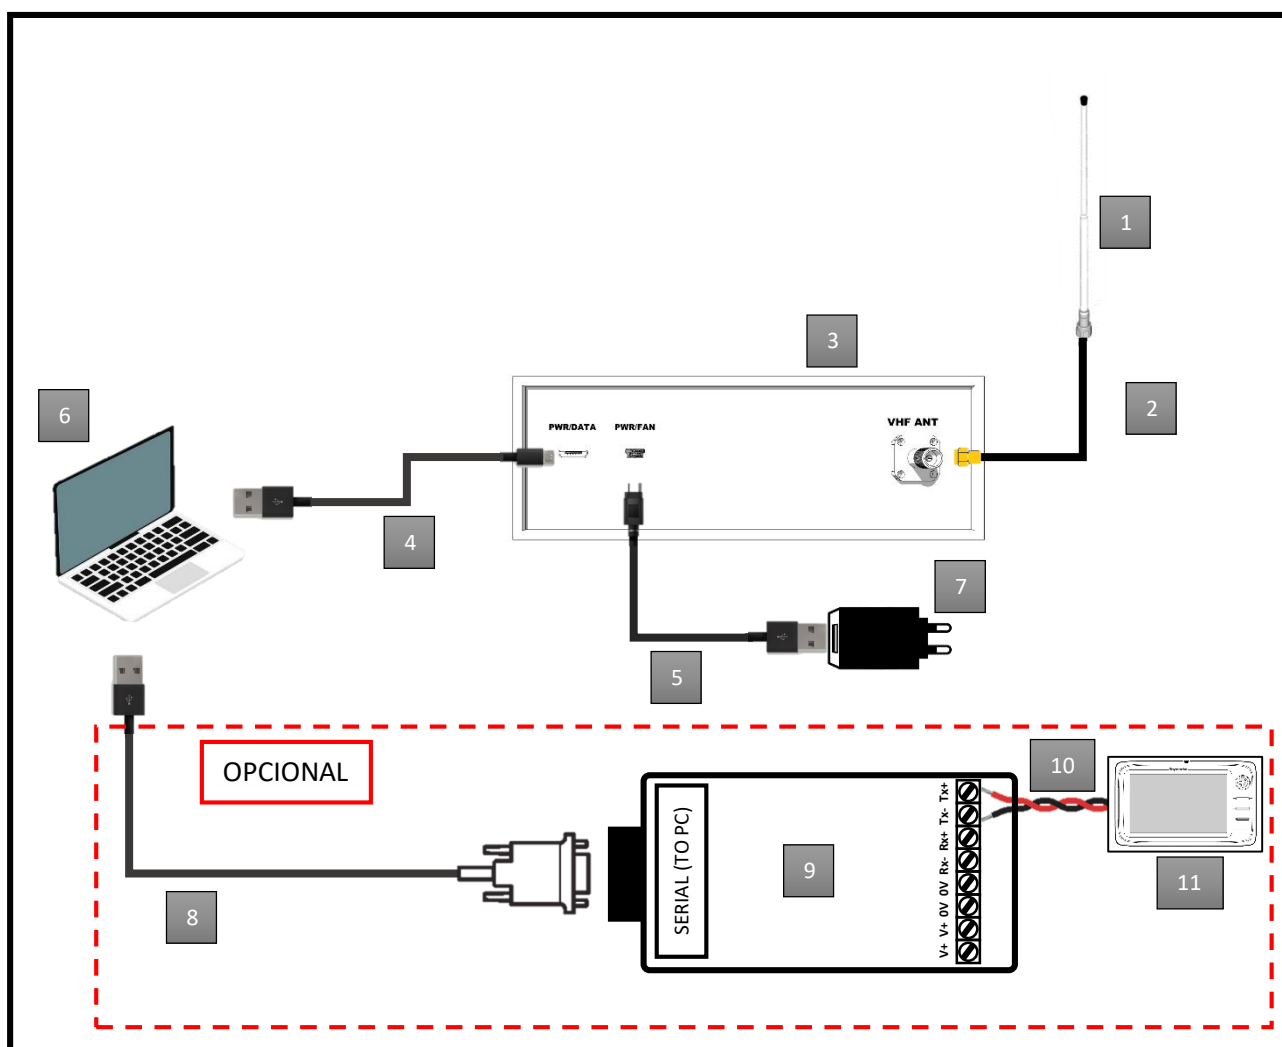
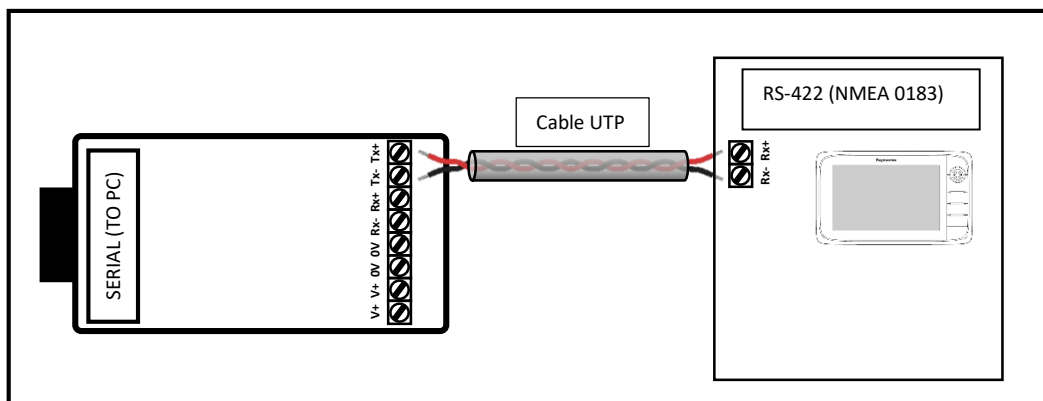

Figura 5: Interconexión típica del sistema.
Figura 9: Conexión típica a un sistema de ploteo de blancos AIS.
En la figura 5 se muestran los componentes típicos del sistema y su diagrama de interconexión. En la tabla 2 se muestra una descripción detallada de los componentes, así como comentarios relevantes a tener en cuenta a la hora de la instalación.
- **Conexión NMEA 0183 (RS-422):** El dispositivo cuenta con la capacidad de suministrar datos AIS a dispositivos externos con funcionalidad de ploteo de blancos AIS. Esta conexión es opcional y se puede efectuar siguiendo el esquema de la figura 5. En la figura 9 se muestra un ejemplo de conexión a un sistema de *chart plotter*. Dicha conexión debe efectuarse como se muestra en la figura, empleando un cable UTP.